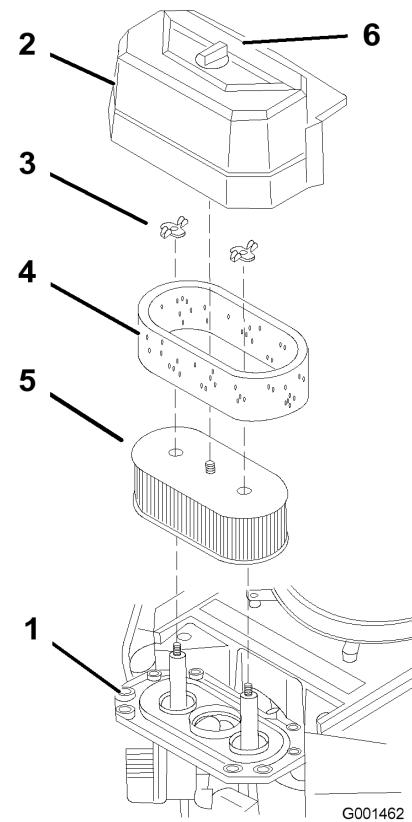

Figure 20
- Nettoyez la surface autour du filtre à air pour éviter que des impuretés n'endommagent le moteur en tombant à l'intérieur (Figure 20).
- Dévissez le bouton du couvercle et déposez le couvercle du filtre à air (Figure 20).
- Dévissez les 2 écrous à oreilles et déposez l'ensemble filtre à air (Figure 20).
- Sortez délicatement l'élément en mousse de l'élément en papier (Figure 20).
- Ne nettoyez pas l'élément en papier. Remplacez-le toutes les 200 heures de fonctionnement (Figure 20).
1. Glissez délicatement l'élément en mousse sur l'élément en papier (Figure 20).
2. Posez l'ensemble filtre à air sur sa base et fixez-le en place avec les 2 écrous à oreilles (Figure 20).
3. Mettez le couvercle du filtre en place et serrez le bouton (Figure 20).